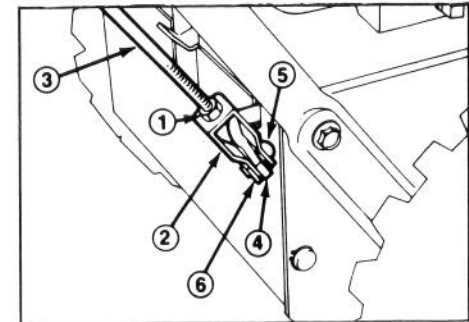

Figure 6
1. Desserrez l'écrou de blocage au-dessus de l'étrier sur la tige de commande supérieure (Fig. 6).
2. Alignez les trous de l'étrier avec la tige de commande inférieure, et fixez à l'aide d'une cheville d'étrier (Fig. 6).
5. Après avoir effectué ce réglage, posez la cheville d'étrier et fixez à l'aide de la goupille fendue. Serrez l'écrou de blocage pour maintenir l'étrier (Fig. 6).